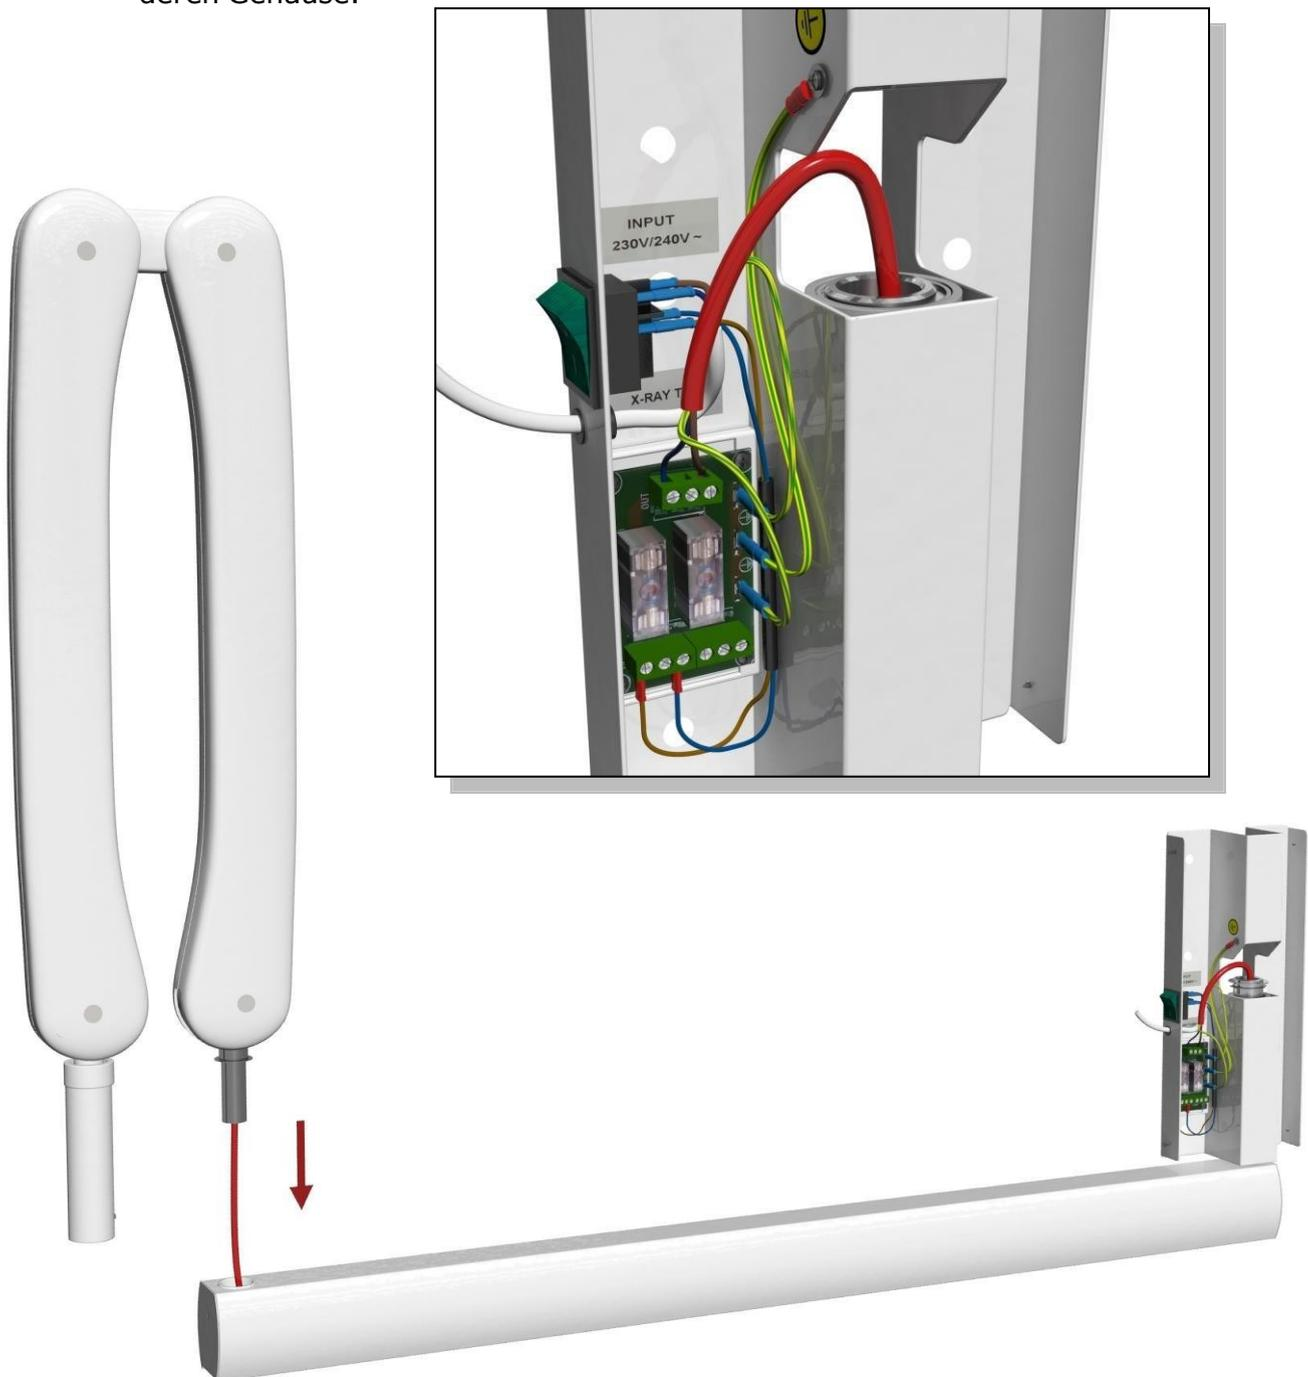

Abb. 5
- ✓ Doppelstromabnehmerarm **(C)** in die Verlängerung **(B)** einsetzen und das Kabel wie in Abb. 5 gezeigt verlegen. Schließen Sie die Verlängerung, indem Sie die untere Abdeckleiste wieder aufsetzen. Verbinden Sie das vom Doppelstromabnehmerarm kommende Kabel mit dem Ausgang der Röntgenröhre und dem Erdungskabel in deren Gehäuse.